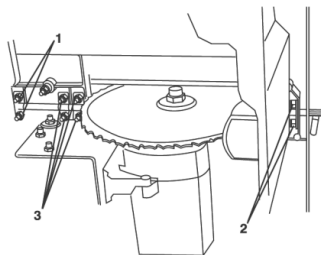

Fig. 8 – Alineación de la lámina de sierra
2. Remueva las partes móviles de la mesa y vire la máquina para el lado izquierdo, para tener acceso a los pernos/tuercas de ajuste (1, 2 y 3) conforme fig. 8;